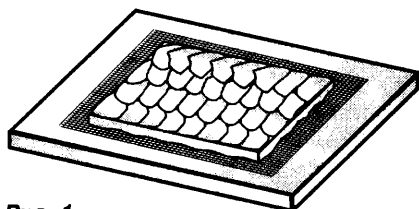

Рис. 1.
3. Берем небольшой кусочек шамотной массы и начинаем набивать пласт. Глину надо плотно вдавливать в холст тыльной стороной ладони. Следующий кусочек ложится на предыдущий внахлест, чтобы в пласте не было зазоров (рис. 1).